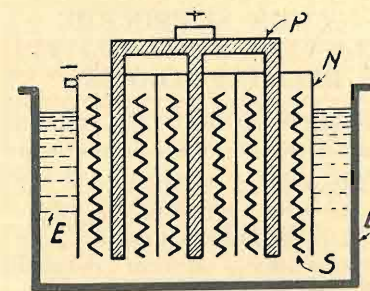

Fig. 1
Come mostra la fig. 1 un accumulatore si compone di lamine di piombo immerse in un elettrolito (E) composto di una soluzione di acido solforico purissimo portato a 24° Baumé mediante l'aggiunta di acqua distillata. Questo liquido prende il nome di elettrolito.
Un elemento di accumulatore è costituito da un complesso di piastre positive e negative racchiuse entro un recipiente di celluloido, di bachelite o di vetro, contenente l'elettrolito, come mostrano le figure 1 e 2.